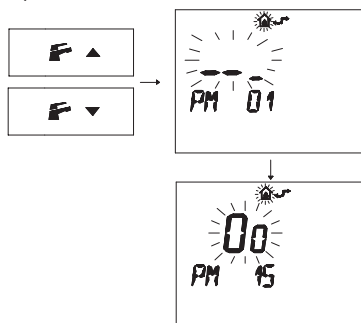

Fig. 5.32
- Premere i pulsanti o per visualizzare la programmazione "PM15" abilitazione della sonda esterna (Fig. 5.32).